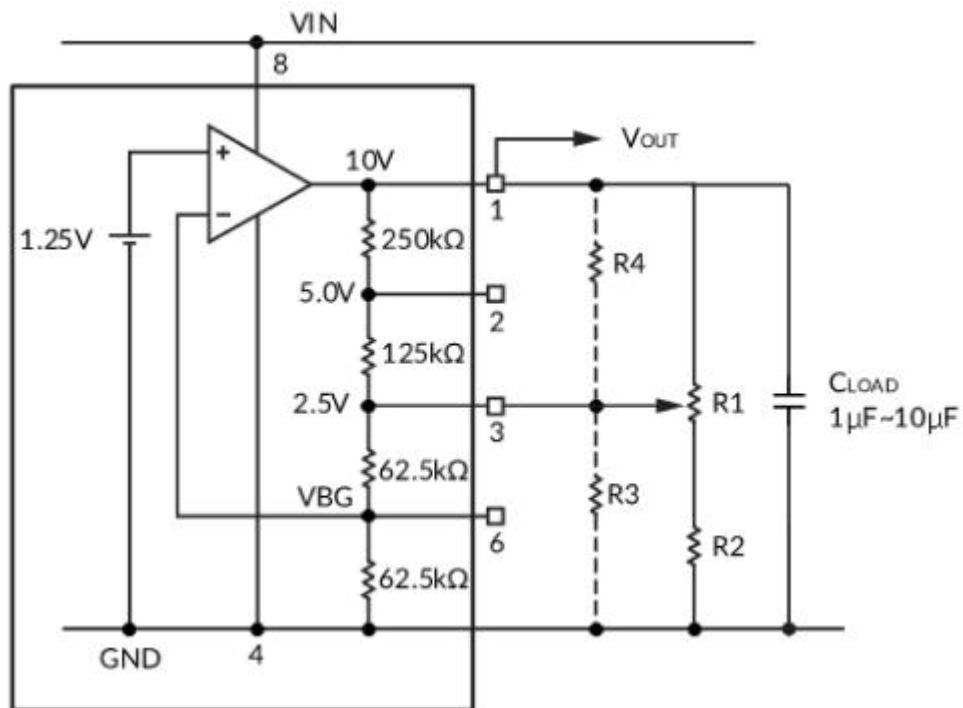

图 26. 可变输出选项
当向第 8 引脚和第 4 引脚施加电源且所有其他引脚悬空时, **TLX584** 可在第 1 引脚与第 4 引脚之间产生一个缓冲的标准 **10.0V** 输出 (参见图 26)。通过按表 1 所示连接编程引脚, 可将稳定后的输出电压调节至 **7.5V**、**5.0V** 或 **2.5V**。
**TLX584** 可通过外接电阻实现宽范围输出电压调节, 包括超过 **10V** 的电压输出。图 26 展示了具体的调节方法, 并给出了 **TLX584** 内部电阻的近似参考值。该器件可等效为采用非反相反馈连接结构的运放, 其核心由高稳定度的 **1.25V** 带隙基准源驱动。
通过外部电阻调节反馈比例，输出放大器可将基准电压放大至任意倍数，从而轻松获得 **10.24V**、**5.12V**、**2.56V** 或 **6.3V** 等常用输出电压。最通用的调节方式（提供最大范围和最差分辨率）仅需使用 **R1** 和 **R2**（参见图 26）。当 **R1** 调至上限时，将 **2.5V** 引脚（Pin 3）连接至输出端，输出电压降至 **2.5V**；当 **R1** 调至下限时，输出电压升至由 **R2** 限定的值。